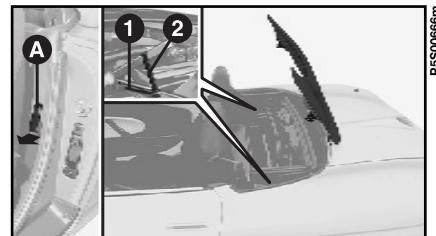

fig. 58
2) Dopo essersi assicurati che il cofano bagagliaio sia chiuso, tirare la leva **A-fig. 58** (quella più vicina al sedile) per sganciare il coperchio del vano capote. Un segnale acustico comunque vi avvertirà qualora vi siate dimenticati di chiudere il cofano del bagagliaio.
4) Ruotare il dispositivo di fermo della capote dalla posizione **2-fig. 58** alla posizione **1** inserendolo nell'apposita sede. Eseguire l'operazione su entrambi i lati. Dall'esterno vettura, sollevare con una mano la capote fino a quando si riesce con l'altra mano ad impugnare la parte posteriore della capote. Tenendola impacchettata traslarla completamente in avanti ed abbassare il coperchio del vano capote **fig. 59**. Assicurarsi dell'avvenuto aggancio.